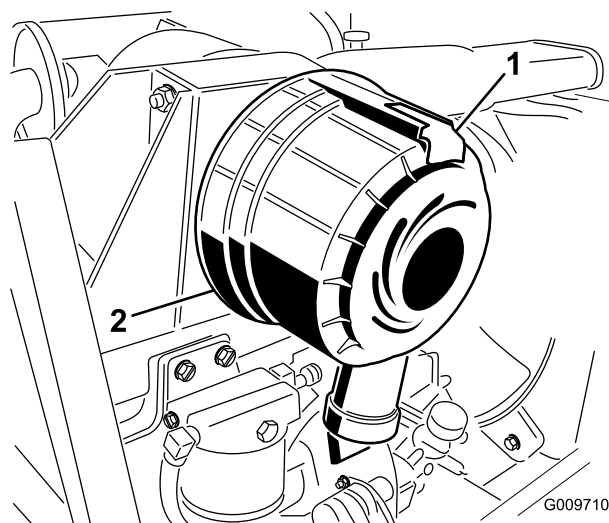

Figura 50
1. Tirate il fermo verso l'esterno e ruotate il coperchio del filtro in senso antiorario (Figura 50).